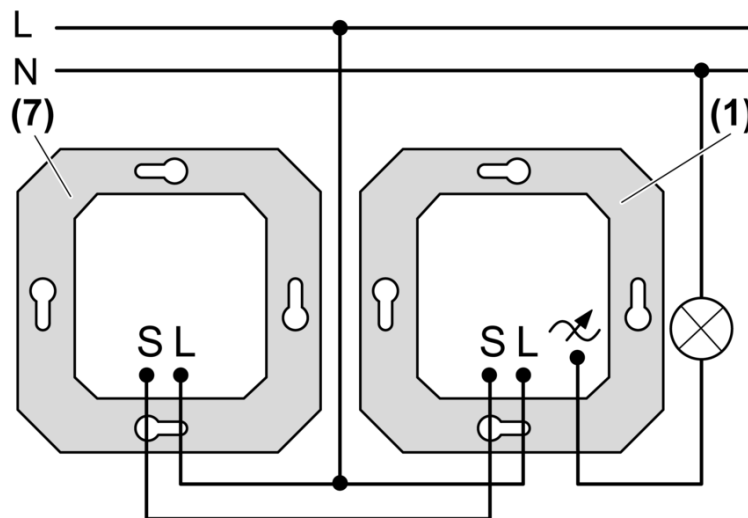

Bild 4: Anschlussplan Dimmer mit Nebenstelle
- Dimmer (1) und optional Nebenstelle (7) gemäß Anschlussplan anschließen (Bild 4).